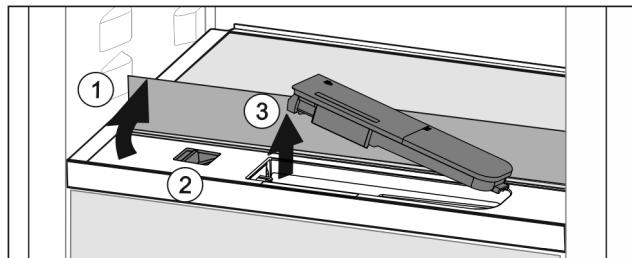

Fig. 46
- Skleněnou desku nadzvedněte a zaklapněte dozadu až na doraz Fig. 46 (1).
- Posuvník Fig. 46 (2) posuňte doleva.
- Vyjměte nádržku na vodu Fig. 46 (3).